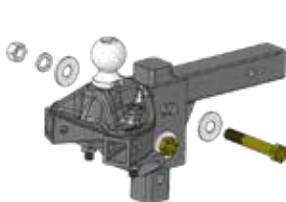

Figure 4
4. Utilisez les boulons de $\frac{5}{8}$ po, les rondelles plates, les rondelles de verrouillage et les écrous pour fixer la tête à la bonne hauteur sur la barre d'attelage. Serrez les écrous à la main. (Figure 4)